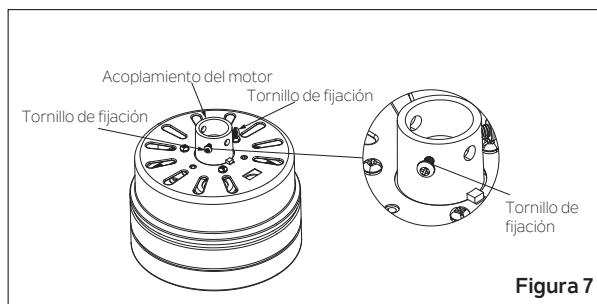

Figura 7
Paso 3. Afloje los dos tornillos de fijación (no los retire) en el acoplamiento del motor. **(Figura 7)**